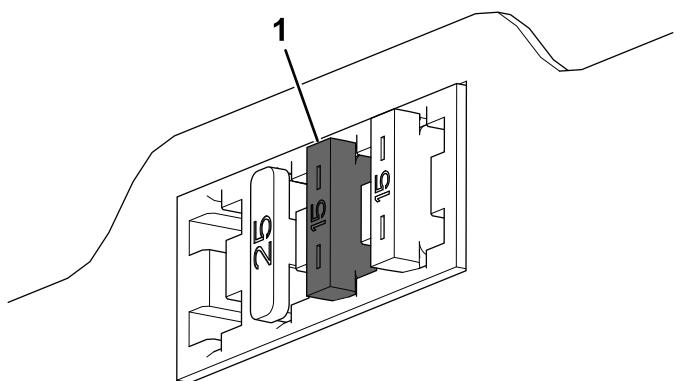

Figura 12
11. Inserite il fusibile (15 A) nella terza posizione da sinistra rispetto ai portafusibili (Figura 12).